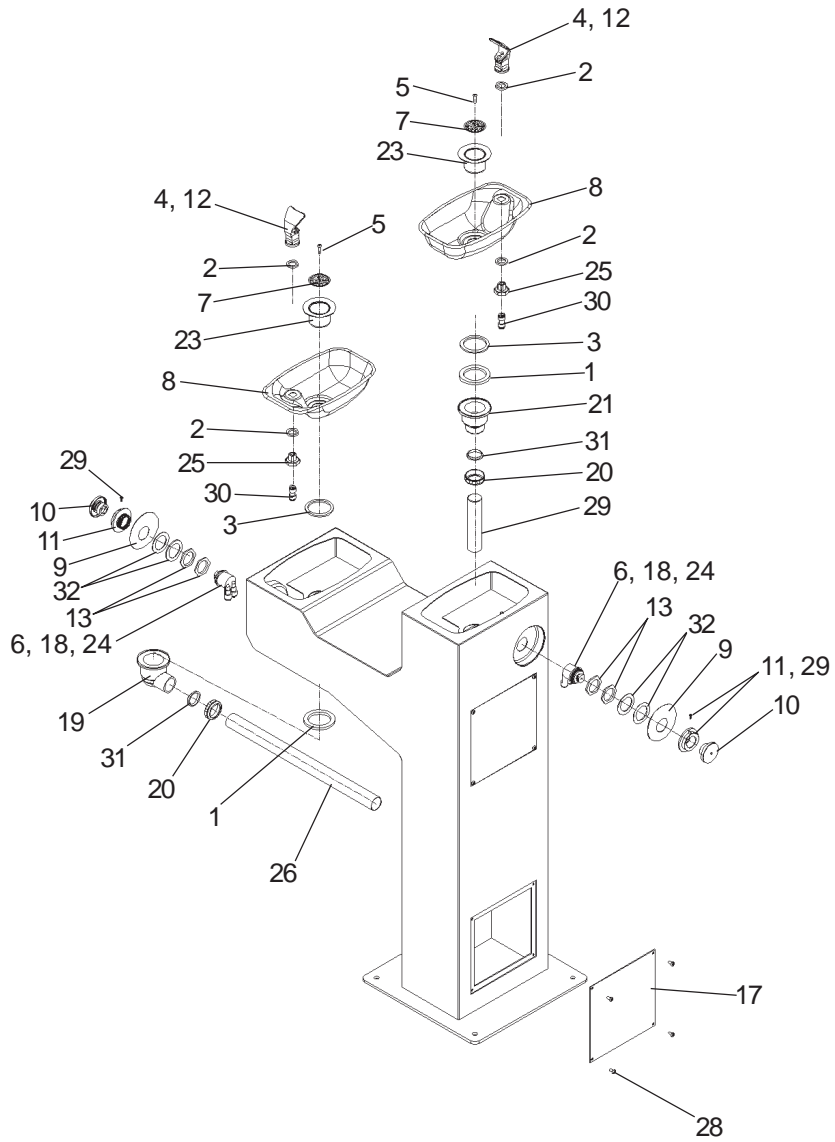

FIG. 4
STREAM HEIGHT ADJUSTMENT: Stream height is factory set at 35 PSI. If supply pressure varies greatly from this, adjust the screw on regulator item 24 by using a small screwdriver through the small hole in the push button item 10 (See Fig.4). and adjust screw on item 24. Clockwise adjustment will raise stream and counter-clockwise adjustment will lower stream. For best adjustment, stream should hit basin approx. 6-1/2" from bubbler.
AJUSTE DEL CHORRO DE AGUA: La altura del chorro de agua ha sido ajustado en su fabricación para una altura de 35 PSI. Si la presión del suministro varía mucho de esto, ajusta el tornillo en el artículo de regulador 24 utilizando un destornillador pequeño por el hoyo pequeño en el artículo del pulsador 10 (Ve Fig.4). y ajuste el tornillo del modelo no.24. Con un giro hacia la izquierda conseguirá aumentar la altura del chorro de agua y con giro hacia la derecha bajará la altura. Para el mejor ajustamiento, el chorro de agua del fregadero deberá alcanzar aproximadamente 6-12 pulgadas (152 – 300 mm) del grifo.
Réglage de la hauteur du courant d'eau : La hauteur du courant d'eau est réglé en usine sur 35 PSI. Si la pression de provision varie fort de ceci, ajuster la vis sur l'article régulateur 24 en utilisant un petit tournevis par le petit trou dans l'article de bouton de poussée 10 (Voit Fig.4). Les réglages effectués dans le sens des aiguilles d'une montre permettent d'augmenter la hauteur du courant tandis que les réglages dans le sens inverse des aiguilles d'une montre le font baisser. Pour un réglage de qualité, le courant doit entrer en contact avec l'évier à environ 18,5cm du tube à bulles.